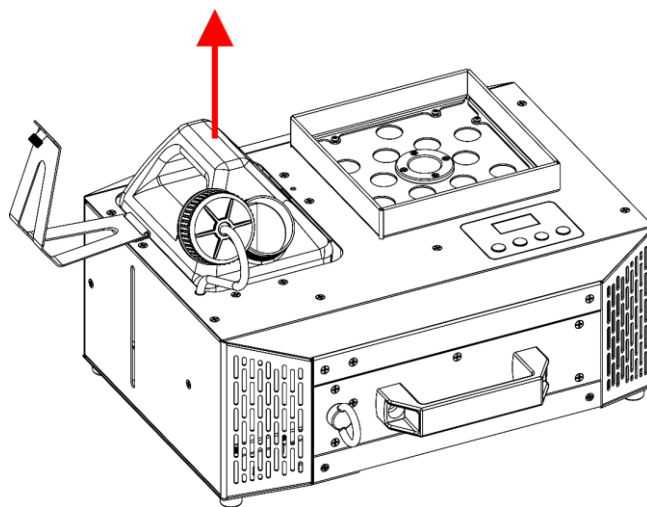

Fig. 41
- 05) Estrarre il **serbatoio del liquido (02)**, come mostrato nella Fig. 41.